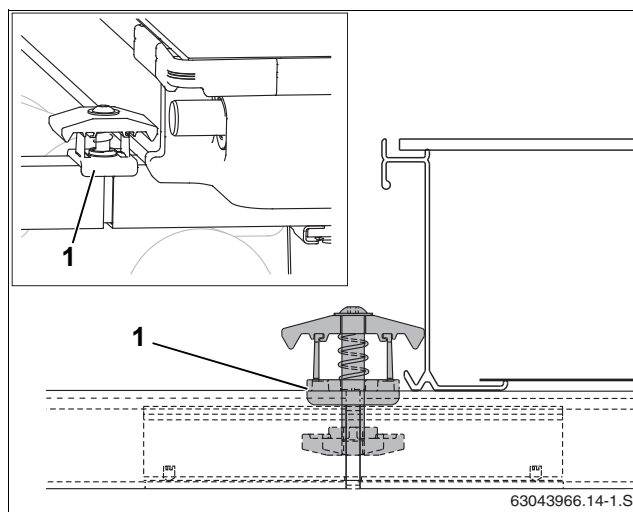

Рис. 44 Установка двухстороннего зажима
- ▶ Установите двухсторонний зажим гайкой вниз в отверстие профильной рейки и соединительной вставки так, чтобы пластмассовая распорка (рис. 44, [1]) охватывала профильную рейку.